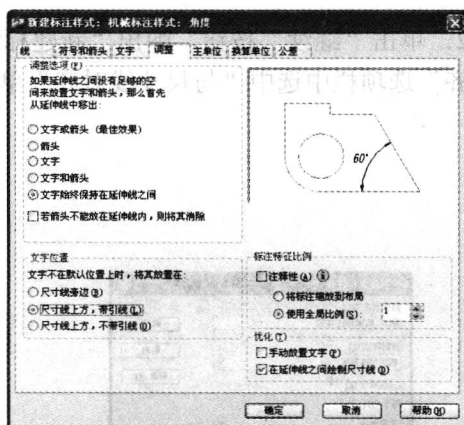

图 1-27 设置“调整”选项卡
3. 打开“调整”选项卡，在“调整选项”选项栏中选中“文字始终保持在延伸线之间”单选按钮，在“文字位置”选项栏中选中“尺寸线上方，带引线”单选按钮，即当尺寸文字在尺寸界线内放不下时，将其置于一水平引线上。“调整”选项卡的设置如图 1-27 所示。